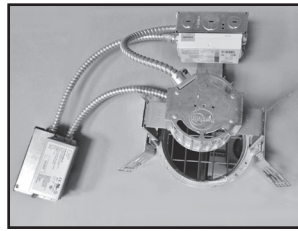

Figura 11
- Coloque la unidad del controlador adaptador lejos de la abertura del techo/alojamiento y ponga el controlador hacia arriba (Figura 11).